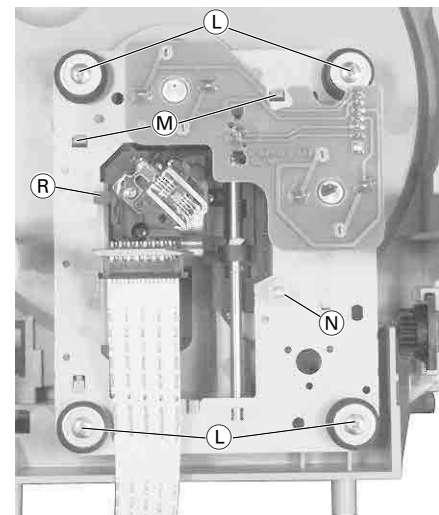
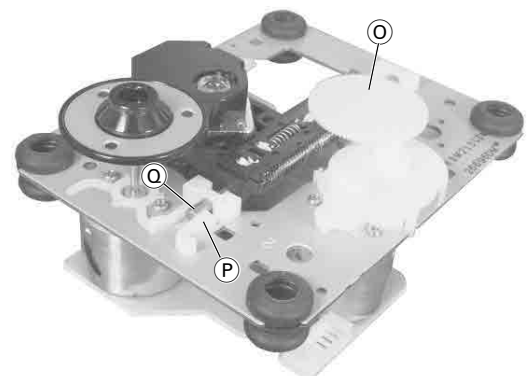

Fig. 6
Fig. 8
- 4 Schrauben (L) herausdrehen (Fig. 6).
- Undo 4 screws (L) (Fig. 6).
- 2 Rastnasen (M) (Fig. 6) ausrasten und Kunststoffabdeckung abnehmen.
- Rastnasen (N) (Fig. 6) lösen und Zahnrad (O) (Fig. 8) herausziehen.
- Sicherungshebel (P) zur Seite schieben und Pickup-Achse (Q) herausziehen (Fig. 8).
**Montagehinweis:** Beim Einbau auf Führung (R) (Fig. 6) achten.
- Disengage 2 catches (M) (Fig. 6) and remove the plastic cover.
- Disengage the catches (N) (Fig. 6) and remove the gearwheel (O) (Fig. 8).
- Push the securing lever (P) aside and pull out the pickup shaft (Q) (Fig. 8).
**Reassembly:** When reassembling pay attention to the guide (R) (Fig. 6).